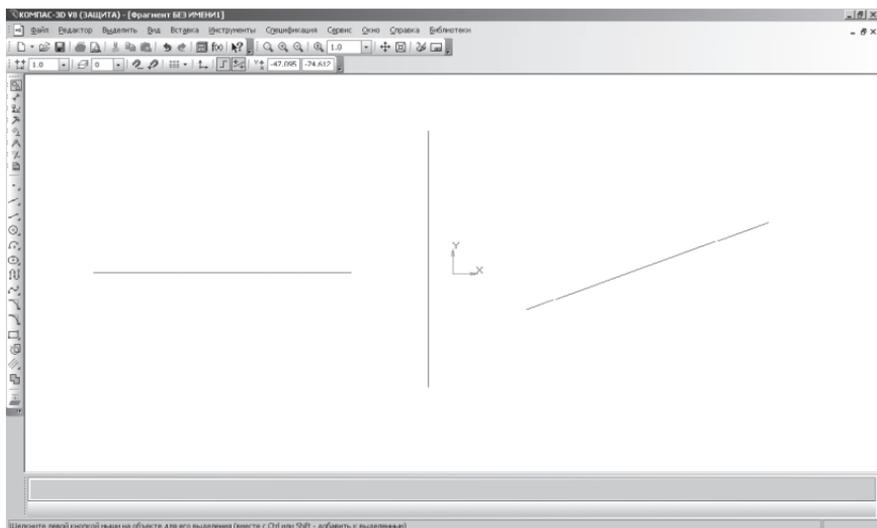

Рис. 21. Построение отрезков
- зафиксируйте конечную точку отреза, расположив его горизонтально, щелкнув ЛКМ (рис. 21);
- проверьте правильность построения (рис. 21);